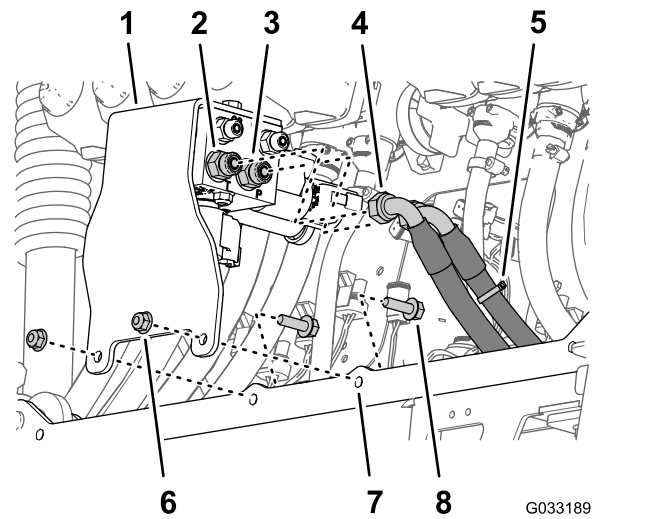

Bild 93
2. Befestigen Sie die Stützhalterung mit den zwei Bundkopfschrauben ($\frac{5}{16}$ " x 1") und Sicherungsbundmuttern ($\frac{5}{16}$ "), die Sie in Schritt 3 in Entfernen des Auslegerhubverteilers vom mittleren Auslegerabschnitt \(Seite 32\) entfernt haben, an der Zylinderbefestigung (Bild 93).
4. Befestigen Sie den Hydraulikdruckschlauch (mit einem Kabelbinder markiert) am Anschluss P des Auslegerhubverteilers (Bild 93).
5. Befestigen Sie den Hydraulikrücklaufschlauch am Anschluss T des Auslegerhubverteilers (Bild 93).
1. Fluchten Sie die Löcher in der Stützhalterung für den Auslegerhubverteiler, den Sie in Schritt 3 in Entfernen des Auslegerhubverteilers vom mittleren Auslegerabschnitt \(Seite 32\) entfernt haben, mit der breiten Zylinderbefestigung des neuen mittleren Auslegerabschnitts aus (Bild 93).